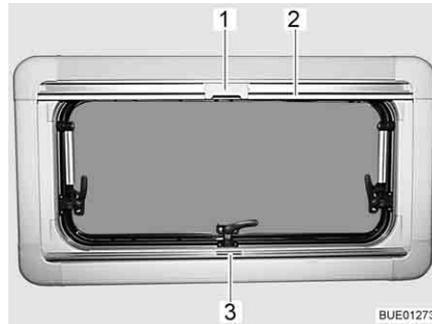

Fig. 101 Janela de projetar
- Pegue no estore opaco plissado pelo meio da régua de manipulação (Fig. 101,3), puxe-o de baixo para cima e largue à altura pretendida. O estore opaco plissado fica parado a essa altura.
- Puxe a mosquiteira para baixo, agarrando pela régua de manipulação (Fig. 101,2), até esta encostar na régua de manipulação do estore opaco plissado (Fig. 101,3).
- Trave o entalhe (Fig. 101,1) na mosquiteira com a régua de manipulação do estore opaco plissado.
- Empurre para trás o entalhe (Fig. 101,1) na parte de cima da mosquiteira.
- Guie a mosquiteira lentamente para trás na régua de manipulação (Fig. 101,2).